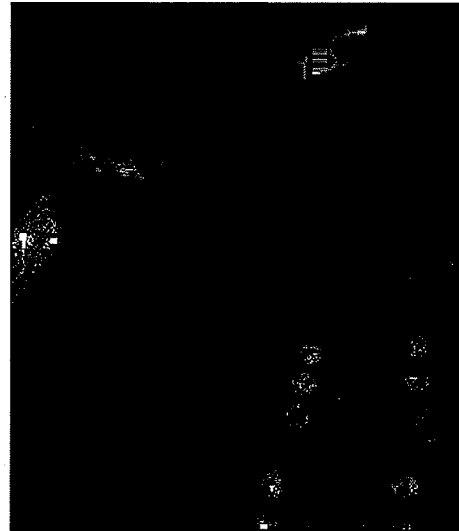

Figura 12A
2. Antes de cargar las baterías, se debe ventilar el compartimento de las baterías. Para ventilar el compartimento, incline hacia arriba el depósito de recuperación hasta que quede bloqueado en una de las dos posiciones abiertas. Véase la figura 12A y 12B. Para cerrar el depósito, levante el brazo sujetador y baje el depósito lentamente hasta la posición cerrada.